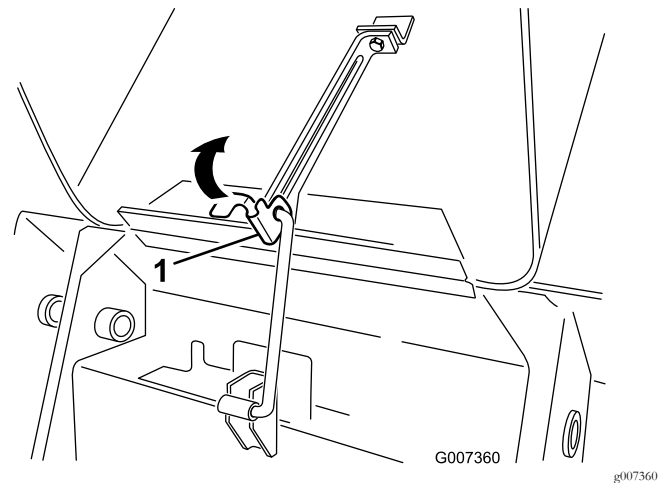

Figura 31
1. Levante la pestaña que sujeta la varilla de soporte (Figura 31)